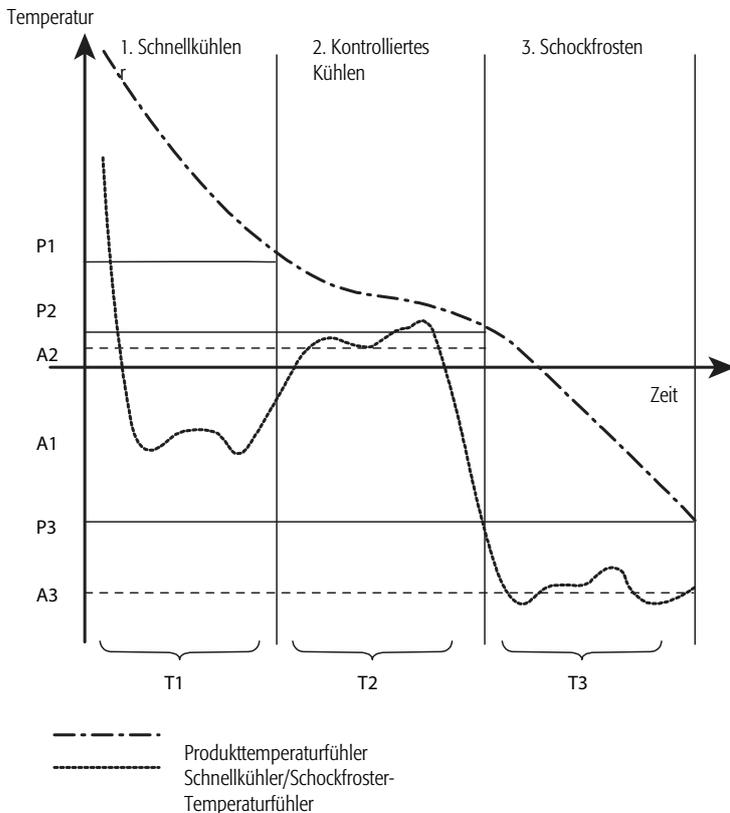

Fig. 4.2 Kompletter Zyklus
- Temperaturregelsollwerte des Schnellkühlers/Schockfrosters A1, A2, A3 in Fig. 4.2
- Produkttemperatursollwert für die Schlussphase (Zyklus auf Temperatur) P1, P2, P3 in Fig. 4.2.